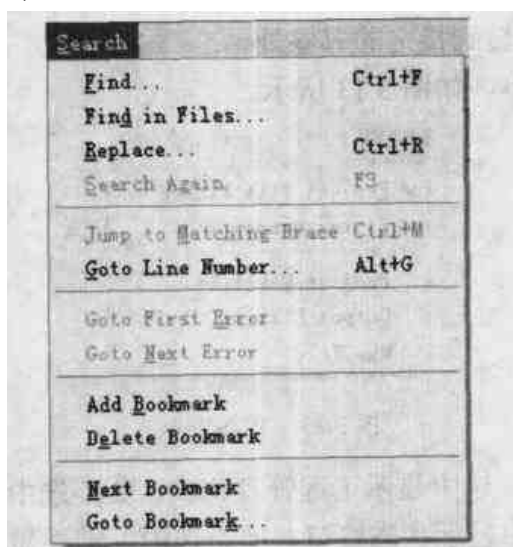

图 3.12 查找菜单
4. **Search menu** 查找菜单，如图 3.12 所示。